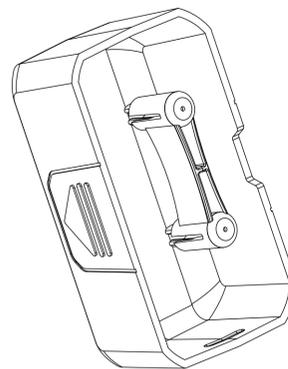

Рисунок 3
3. Снимите защитную крышку и крышку зонда. Чтобы не потерять детали, вставьте крышку в защитный чехол (см. рисунок 3).